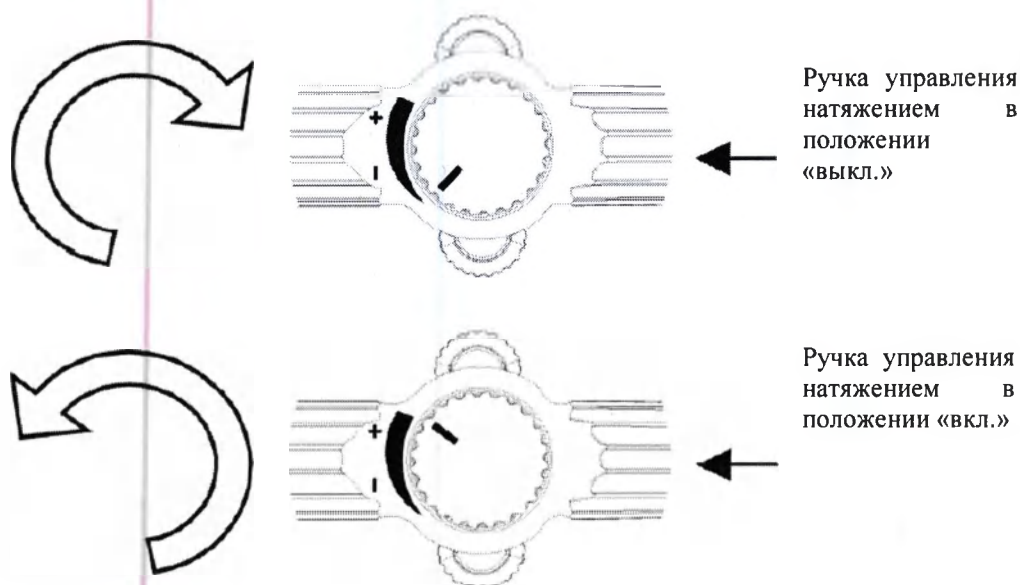

Рисунок 1
11. Отклонение катетеров: Используйте качающийся рычаг, чтобы отклонить наконечник катетера (Рисунок 1). Когда рычаг оттягивается назад от нейтрального положения, наконечник отклоняется по направлению вращения. Величина отклонения зависит от величины вращения рычага. Когда рычаг смещают вперед, наконечник отклоняется в сторону, противоположную направлению вращения. Чтобы выровнять наконечник, верните качающийся рычаг в нейтральное положение.